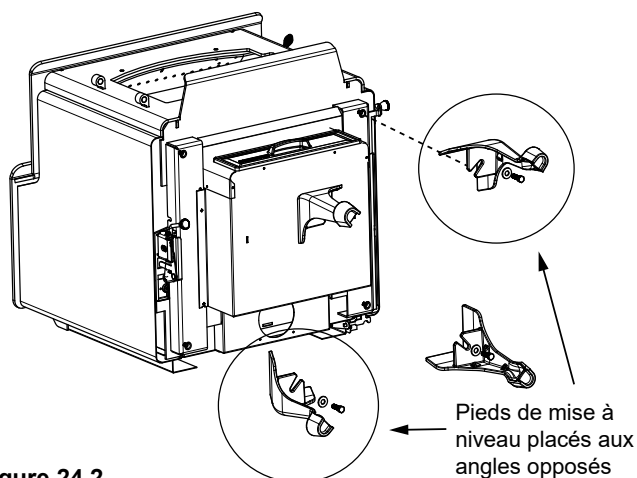

Figure 24.2
- Installez les pieds dans les supports de fixation en vous assurant que ceux-ci reposent contre le support, puis fixez-les avec les boulons et rondelles à l'aide d'une clé ouverte 3/8 (**Figure 24.2**).
- Installez les boulons de mise à niveau dans 2 pieds; ceux-ci devraient être placés dans des coins opposés (**Figure 24.2**).